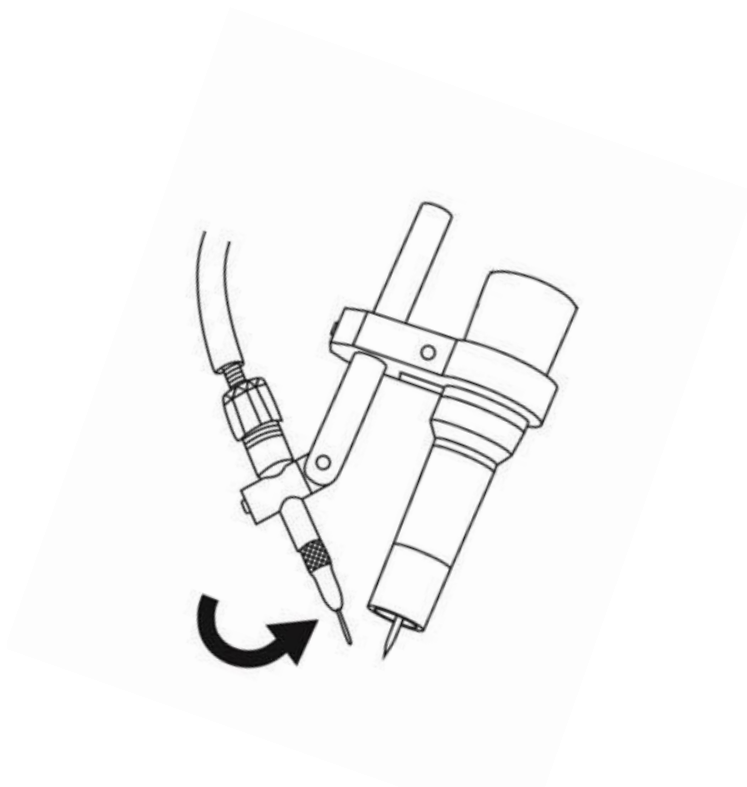

Рис. 7.12. Снятие наконечника подачи присадочной проволоки.
1. Открутите наконечник (См. рис. 7.12).